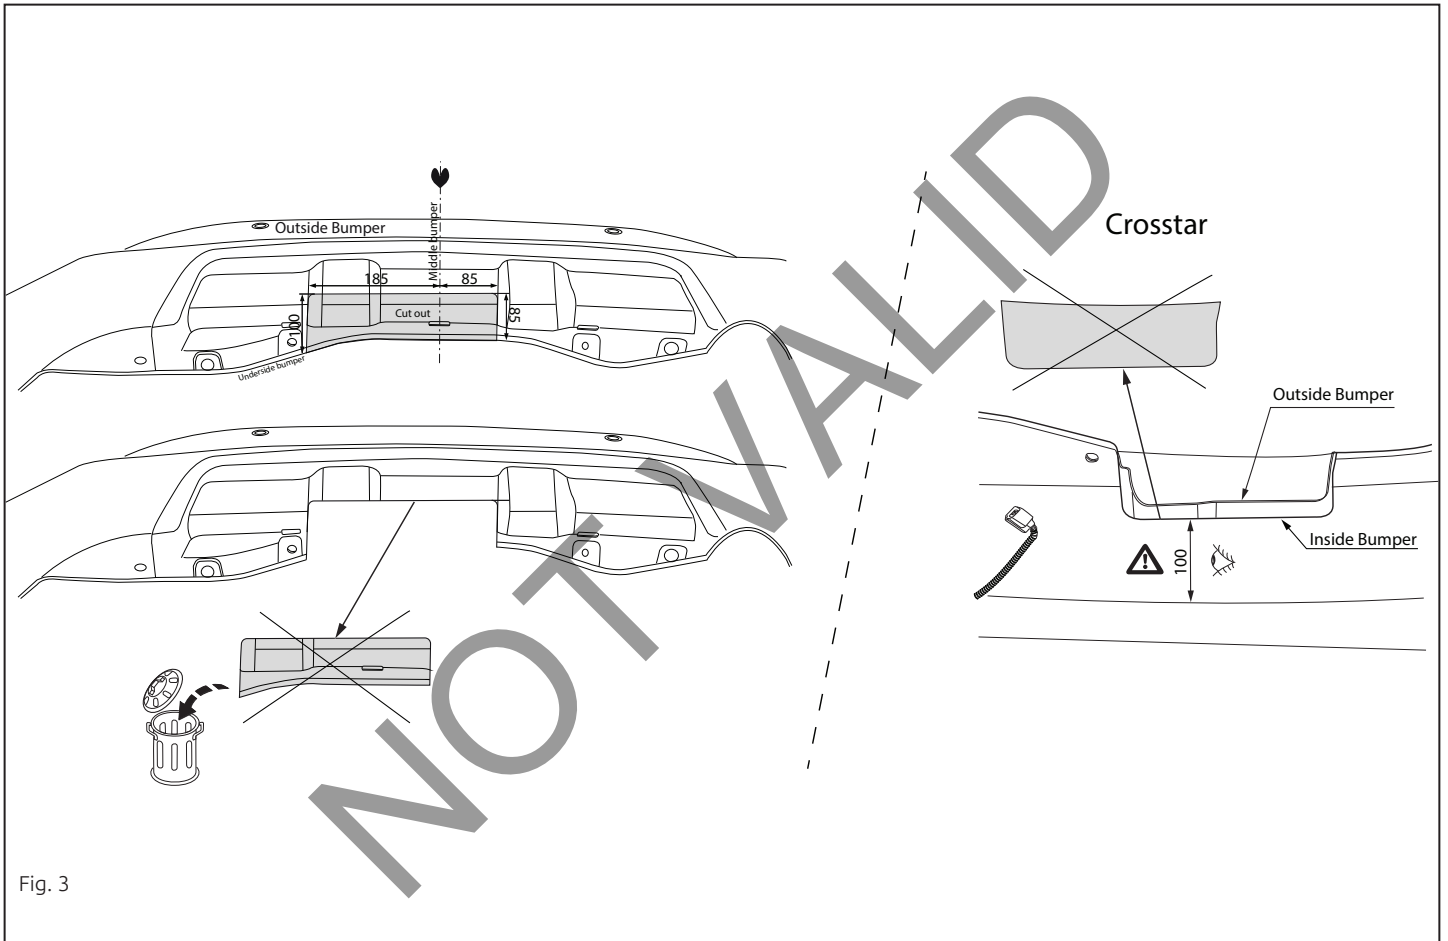

Fig. 3
9. Прикрепить поперечный брус E в середине к буксировочному уху в точках G (рис. 3).
13. Выпилить часть из бампера в середине снизу, как указано на рис. 3.